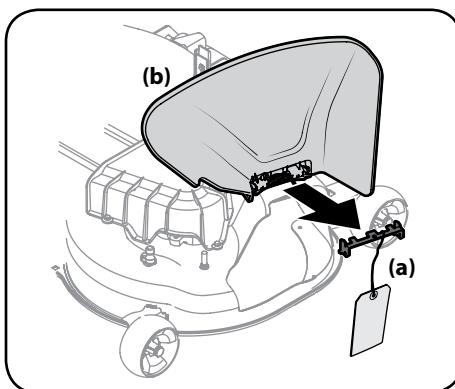

Figura 2-3
- Inspeccione la plataforma de corte para ver si hay una traba de seguridad (a) que puede estar sujetando el deflector del canal (b) hacia arriba para el envío. Si hay una traba de seguridad (a), se la debe extraer antes de hacer funcionar el tractor. Sosteniendo el canal deflector (b) totalmente hacia arriba, extraiga la traba de seguridad (a). Baje el canal deflector (b) y descarte la traba de seguridad (a). Consulte la Figura 2-3.